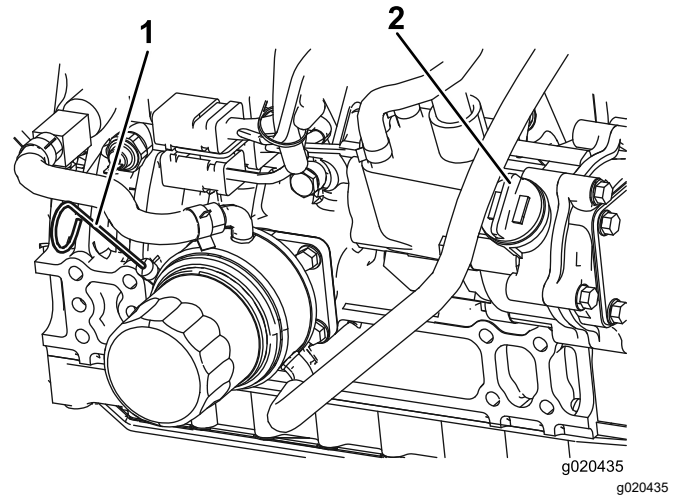

Figure 40
Le niveau d'huile doit se situer dans la plage de sécurité (Figure 40).
4. Si le niveau d'huile ne se situe pas dans la plage de sécurité, enlevez le bouchon de remplissage (Figure 40) et faites l'appoint jusqu'à ce que le niveau correct soit atteint.